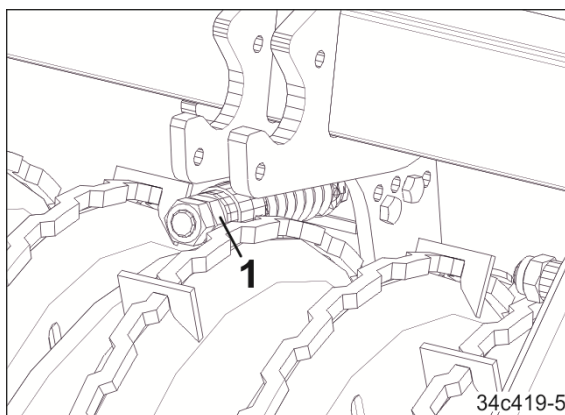

Fig. 97
2. Drej sekskantmøtrikken (Fig. 97/1) på affjedringspakken, indtil knivenderne igen slutter flugtende med valsekanterne. Skru kontra på sekskantmøtrikken.